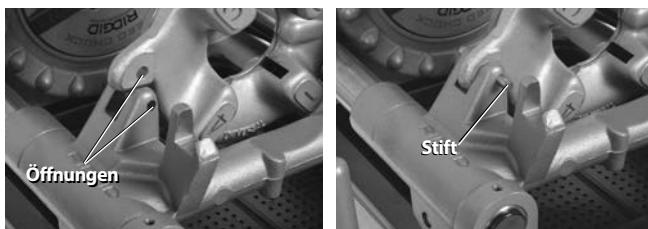

Abbildung 26 – Halten des Linksgewindeschneidkopfs
- Stecken Sie einen $\frac{5}{16}$ " Stift mit 2" Länge durch die Öffnungen in der Schlittenauflage und im Linksgewindeschneidkopf, um ihn in seiner Position zu halten (siehe Abbildung 26).